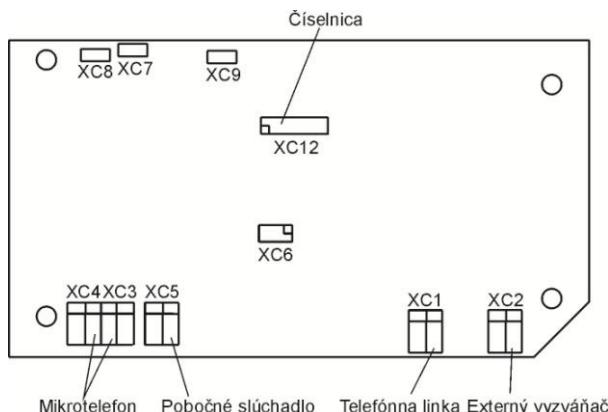

Рис.5
Жилы кабеля телефонной линии подключаются на клеммы (рис.5 XC1). Для подключения линии необходимо использовать кабель с внешним диаметром \varnothing 5,5-10 мм. Кабель продевается в уплотнительное кольцо кабельного ввода телефонного аппарата.
5. Дополнительный микротелефон повесьте на держатель. Подключите жилы шнура дополнительного микротелефона на разъемы XC5 (рис.5).